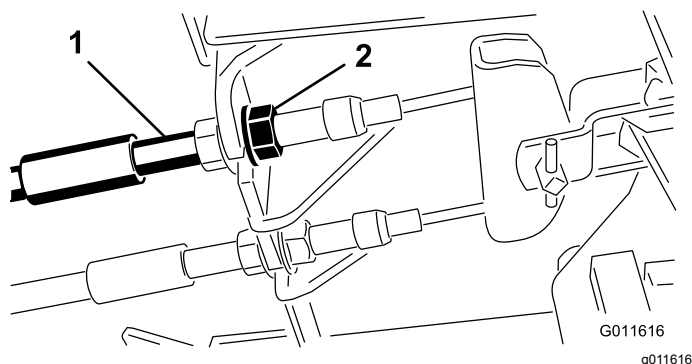

Figure 45
1. Pour réduire la garde aux pédales de frein, serrez les freins en desserrant l'écrou avant sur l'extrémité fileté du câble de frein (**Figure 45**).